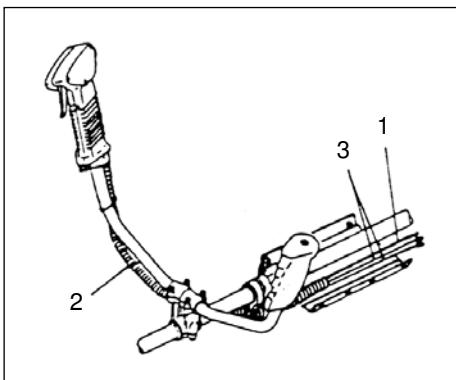

Fig.1-3B
Før stopsnørene (3) og kablet til gashåndtaget (1) gennem beskyttelsesrøret (2), og hægt derefter hoftepuden af (fig. 1-3B).